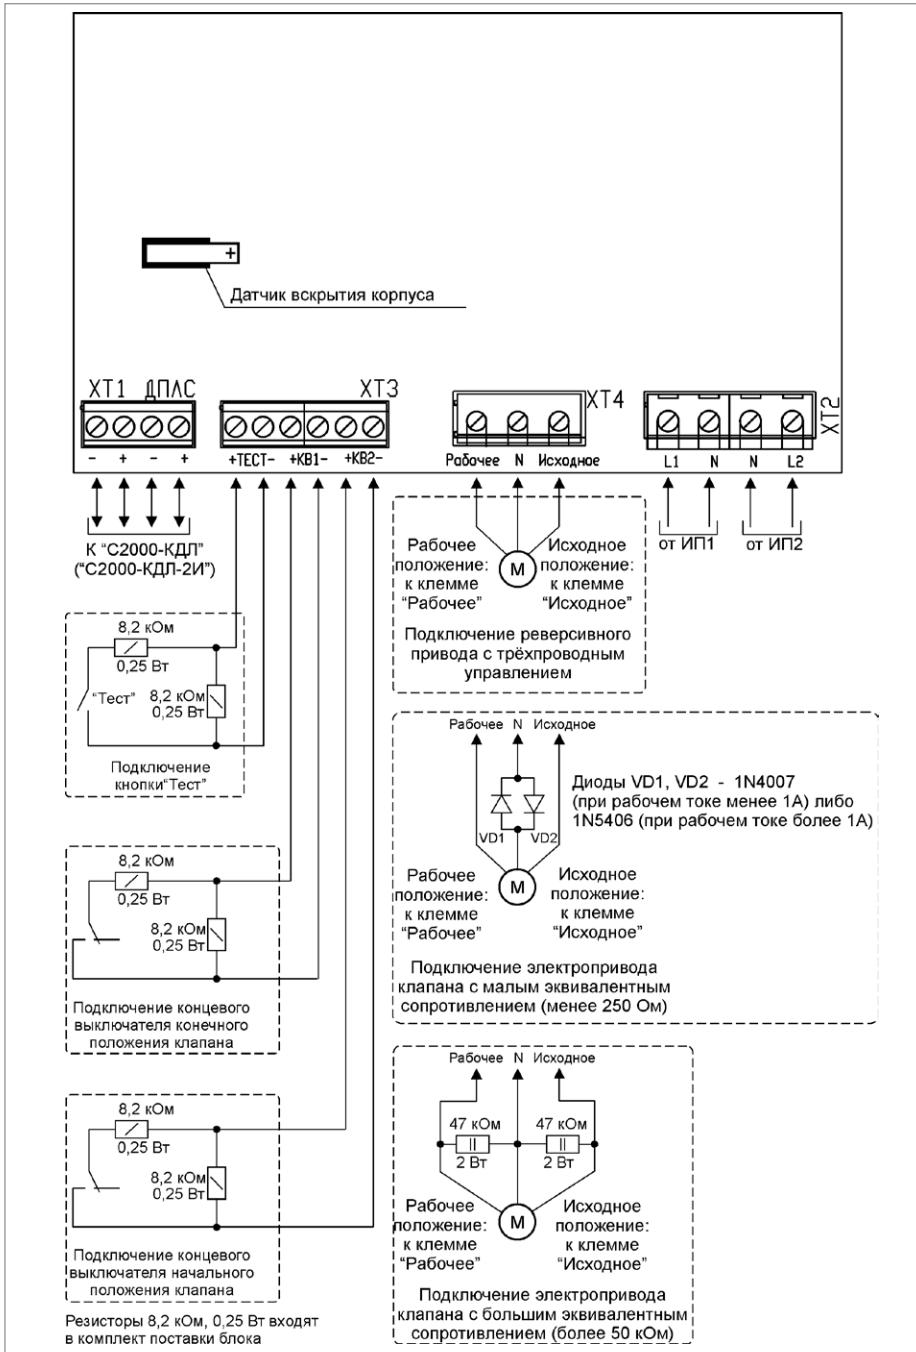

Рисунок 13. Схема внешних соединений блока «С2000-СП4/220»
2.2. Подключение соединительных линий производите в соответствии с проектной документацией и схемой на рис. 13.
1. Подключите воздушный клапан с электрическим приводом в соответствии с рис. 13, учитывая эквивалентное сопротивление клапана: